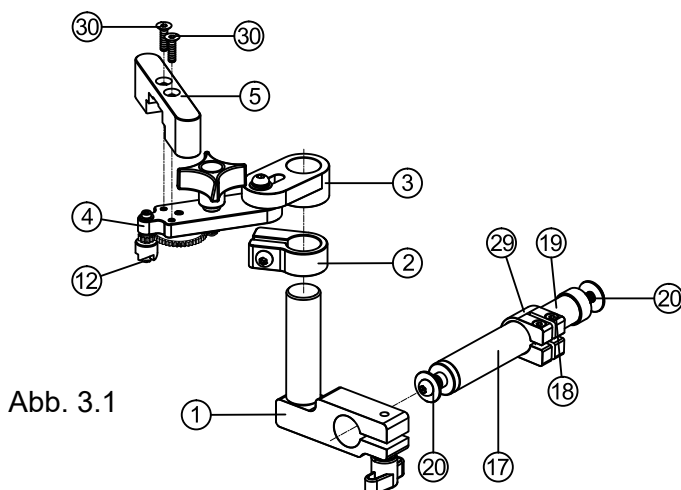
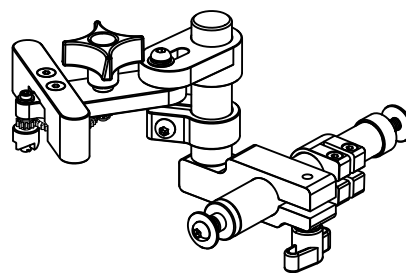

Abb. 3.1
Abb. 3.2
1. Verwenden Sie die Senkkopfschrauben ③⑩, um die Verriegelungsplatte ⑤ am Hauptkörper ④ zu befestigen.
2. Verwenden Sie einen Schlitzschraubendreher (SL4), um die Führungsbolzen PM Ø4.9 ⑫ am Hauptkörper ④ zur Positionierung zu installieren.
3. Wie in Abbildung 3.1 dargestellt, sind die zugehörigen Teile nacheinander zu der in Abbildung 3.2 gezeigten Baugruppe zusammenzubauen.